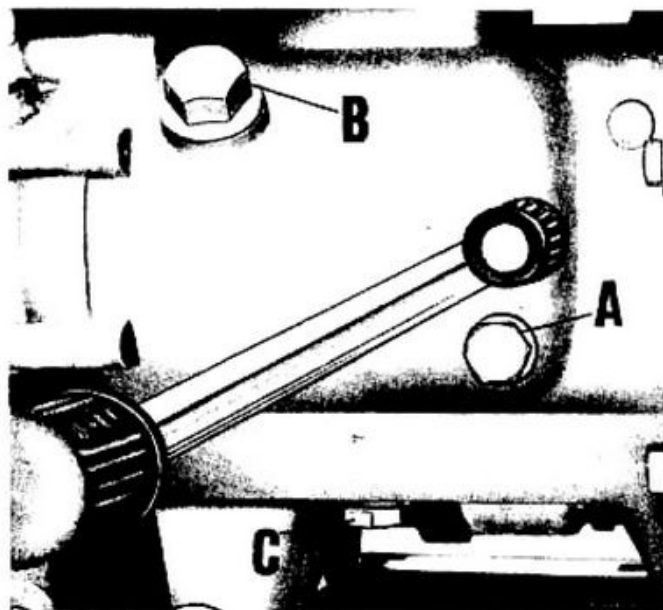

Fig. 87
Prima di dare inizio allo smontaggio del gruppo cambio, scaricare l'olio ivi contenuto svitando il tappo di scarico (C di fig. 87).
- i tappi di immisione (B) e livello (A di fig. 87);